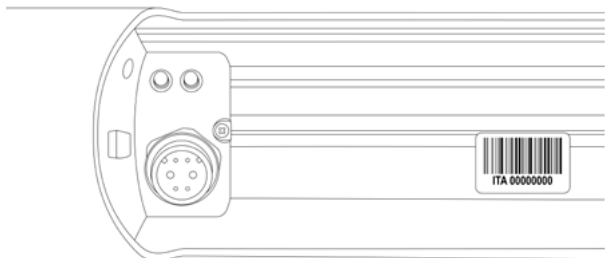

FIG. 19
- Al fine di rendere operante la presente garanzia, si dovrà compilare il form online a cui si accede mediante QR CODE o collegandosi direttamente al sito [warranty.mbmbike.it](http://warranty.mbmbike.it) entro e non oltre 15 giorni dalla data di acquisto della bicicletta. Saranno necessari il numero seriale e la fotografia della prova d'acquisto del rivenditore autorizzato. Il numero seriale è stampato sull'etichetta posta nella slitta della batteria e sulla batteria stessa. (Fig. 19)